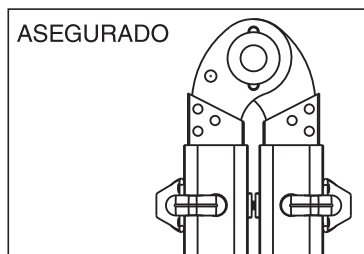

Figura 4
- 3) Mientras sostiene la sección interior de escalera con una mano, asegure los 4 sujetadores "J" girándolos hacia la posición asegurada. (Véase la Figura 4)